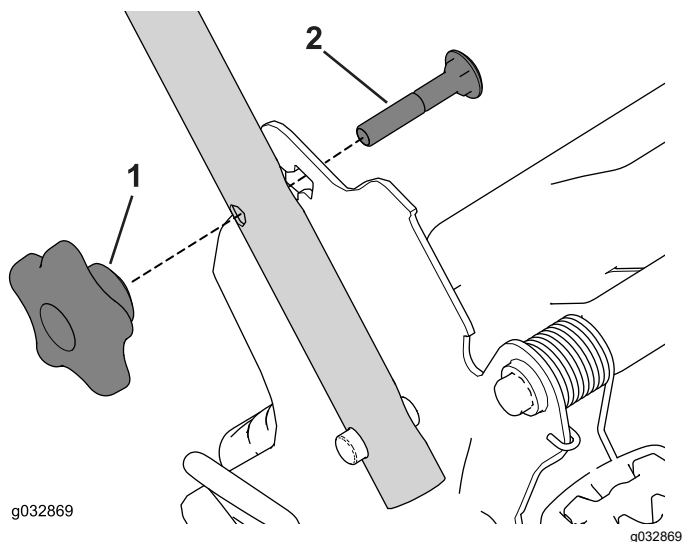

Figure 20
1. Retirez les 2 boutons de guidon et les 2 boulons de carrosserie des supports du guidon (Figure 20) et conservez-les.